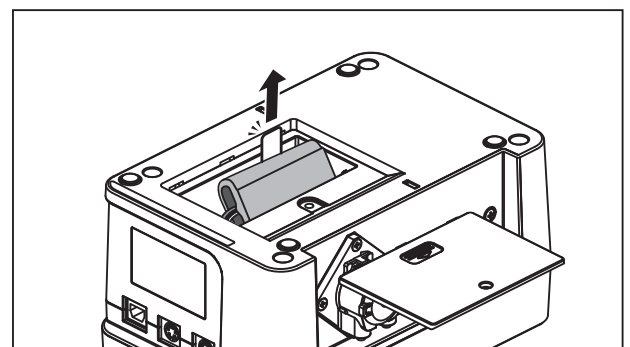

図 24
- 3) バッテリーパックに取り付けられているテープを引き、古いバッテリーパックを取り出します。（図 24）